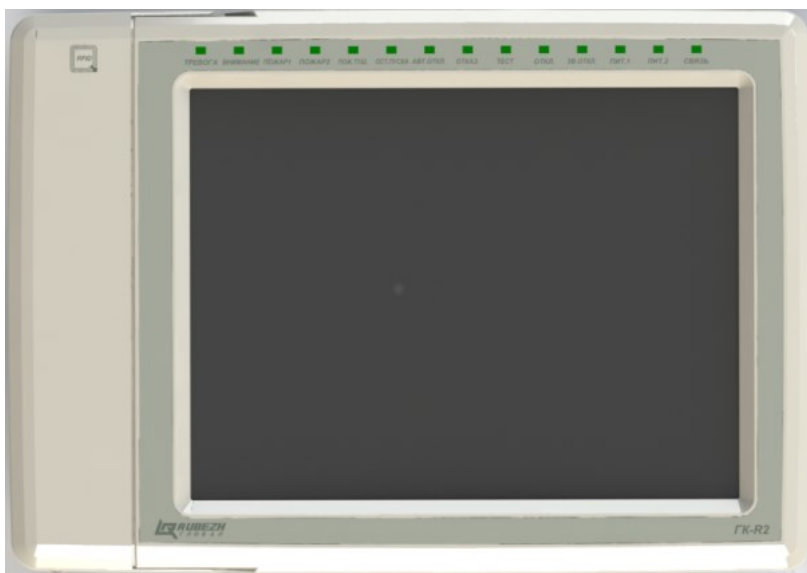

Рисунок 4 – Внешний вид ГК исп.3
– ГК исп.3 – в пластмассовом корпусе с десятидюймовым ЖК монитором (Рисунок 4)
Это исполнение в отличие от ГК исп.1 и ГК исп.2 имеет пластмассовый корпус. Соединительные клеммы для его подключения к системе, расположены под крышкой на левой стороне корпуса (Рисунок 4). Светодиодные индикаторы расположены сверху над десятидюймовым ЖК монитором. Функционально ГК исп.3 аналогичен ГК исп.2.